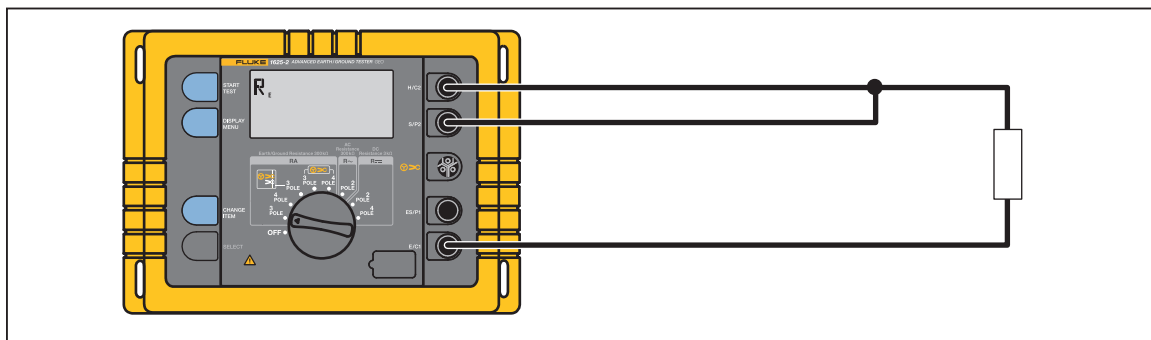

Abbildung 8. Korrektur von Fehlern des anklemmbaren Wandlers
1. Einen niederohmigen Widerstand (etwa 1 Ohm – in der Größenordnung des zu korrigierenden Wertes) entsprechend der Abbildung 8 anschließen.